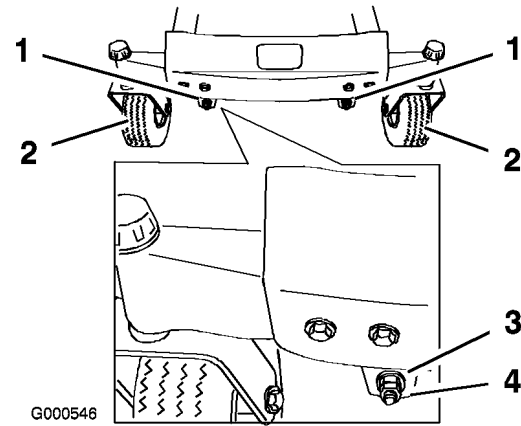
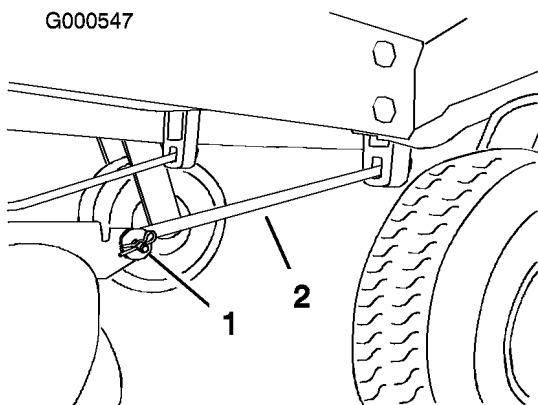

Bild 46
Bild 47
11. Nehmen Sie für das Einstellen der Schnitmesserneigung in Längsrichtung die Sicherungsmuttern ab. Drehen Sie dann die Einstellmutter vorne am Mähwerk (Bild 46).
13. Prüfen Sie, nachdem beide Einstellmutter gleichmäßig eingestellt worden sind, erneut die Schnitmesserneigung in Längsrichtung. Fahren Sie mit der Einstellung der Mutter fort, bis die vordere Schnitmesserspitze um 1,6-7,9 mm tiefer liegt als die hintere Spitze (Bild 46).
Hinweis: Stellen Sie nach dem Einstellen der Einstellmuttern sichern, dass die Stützstangen kein Spiel aufweisen (Bild 47). Ziehen Sie die Stangen fest, wenn ein Spiel vorhanden ist (Bild 46).
4. Nehmen Sie an jeder Seite des Mähwerks den Splint und den Lastösenbolzen aus der vorderen Stützstange (Bild 47).
7. Befestigen Sie die vorderen Stützstangen mit den Lastösenbolzen und Splints an der Maschine (Bild 47).